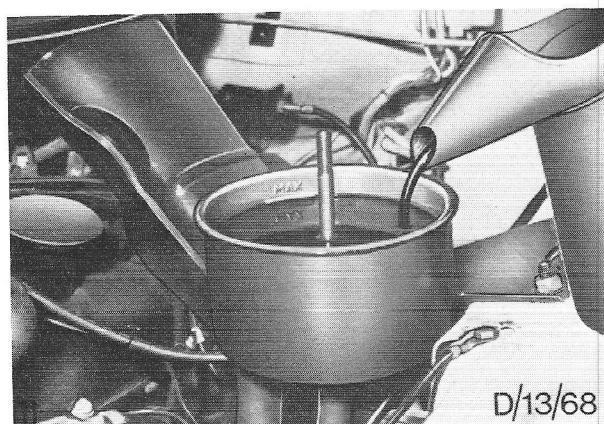

Fig. 12. Reservoir van Servo-stuurinrichting bijvullen.
16. Sluit de accukabels aan, vul het reservoir van de Servo-stuurinrichting met de voorgeschreven vloeistof, zie fig. 12.